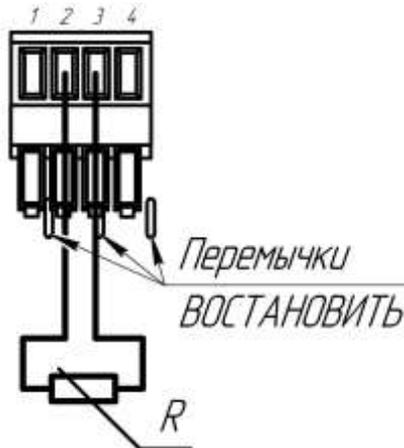
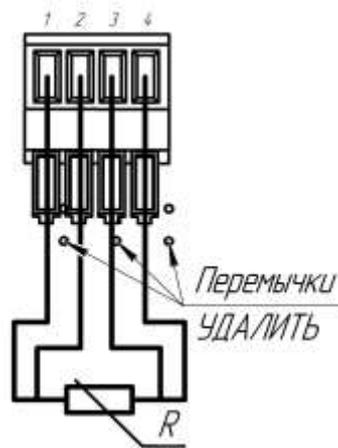
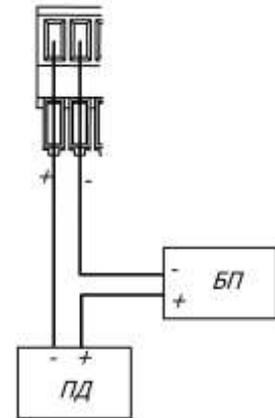

рис. 6.3
рис. 6.4
рис. 6.5
- аккуратно, с помощью отвертки, разрушить герметизирующую перемычку гермоввода, провести кабель через гермоввод, подключить к входным клеммам. В том случае, если выход подключаемого преобразователя расхода имеет полярность - соблюсти полярность. Схемы подключения термометров сопротивления по 4-х проводной и по 2-х проводной схемам изображены на рис. 6.3 и рис. 6.4. Схема подключения преобразователя давления – на рис. 6.5. (ПД – преобразователь давления, БП – блок питания преобразователя давления);
- подключать преобразователи давления с обязательным соблюдением полярности. Преобразователи давления, не имеющие внутреннего источника питания подключать в соответствии со схемой, приведенной на рис. 6.5, рис. 6.9.
- подключение термопреобразователей, по двухпроводной схеме производить в соответствии со схемой, изображенной на рис. 6.3, рис. 6.7 при этом перемиčky должны быть установлены;
- подключение термопреобразователей, по четырехпроводной схеме производить в соответствии со схемой, изображенной на рис. 6.4, рис. 6.8 при этом перемиčky должны быть удалены.